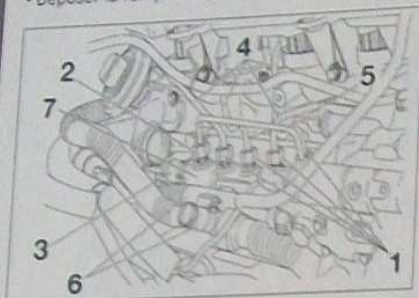

FIG.23
- Desserrer les raccords haute pression (1) et (2) (Fig.23).
- Débrancher le capteur haute pression (3) en bout de rampe.
- Déposer les canalisations haute pression (4) et (5).
- Déposer les vis de fixation de la rampe en dégageant les durits d'eau (6) pour avoir accès aux vis.
- Déposer la rampe d'injection (7).